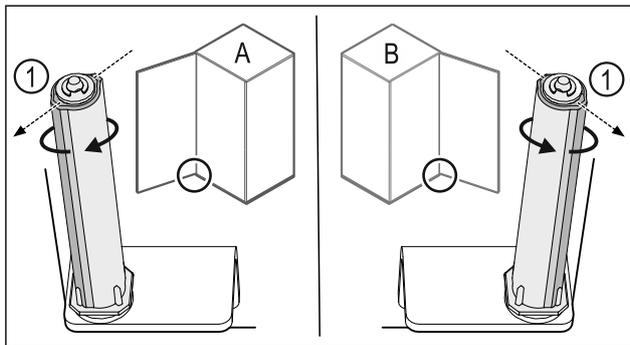

Fig. 42 Butée gauche (A) / butée droite (B)
- ▶ Tourner le système de fermeture contre la résistance jusqu'à ce que l'arête du système de fermeture Fig. 42 (1) soit tournée vers l'extérieur.